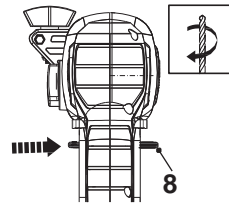

Fig. 11
2. Desplace el conmutador de giro avance/retroceso (8) hacia la derecha (visto desde la posición del operador) para utilizar la herramienta en modo de giro en sentido antihorario (Fig. 11).